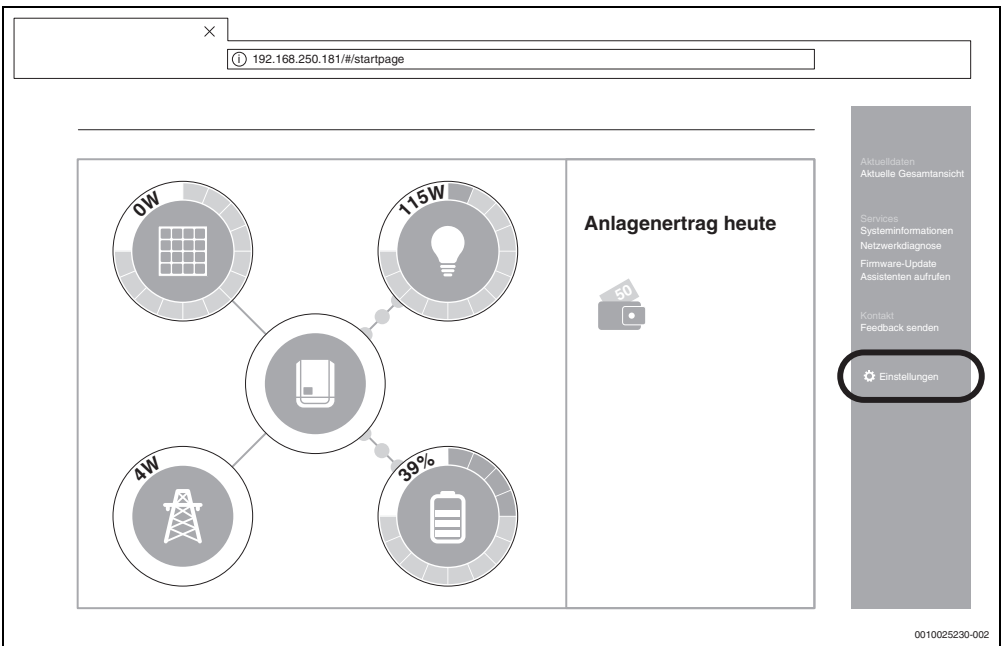

Bild 5 Datamanager (Für die Fronius Gen24 Plus-Wechselrichter kann die Darstellung in der Web-UI abweichen)
Die Komponenten sind richtig verbunden, wenn die Übersicht des Fronius Datamanagers der Anzeige in Bild 5 entspricht. Die Anzeige der Batterie (unten rechts) ist optional und kann je nach System entfallen.
4. Im Reiter rechts auf **Einstellungen** klicken (→ Bild 5).